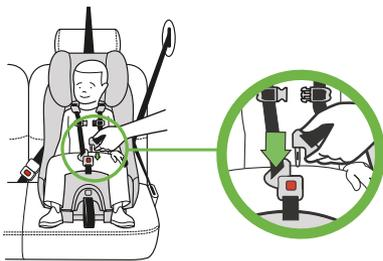

Figura 79
- Introduzca los hebijones en las hebillas uno a la vez como se muestra en la **Figura 79**. Se debe escuchar un clic.